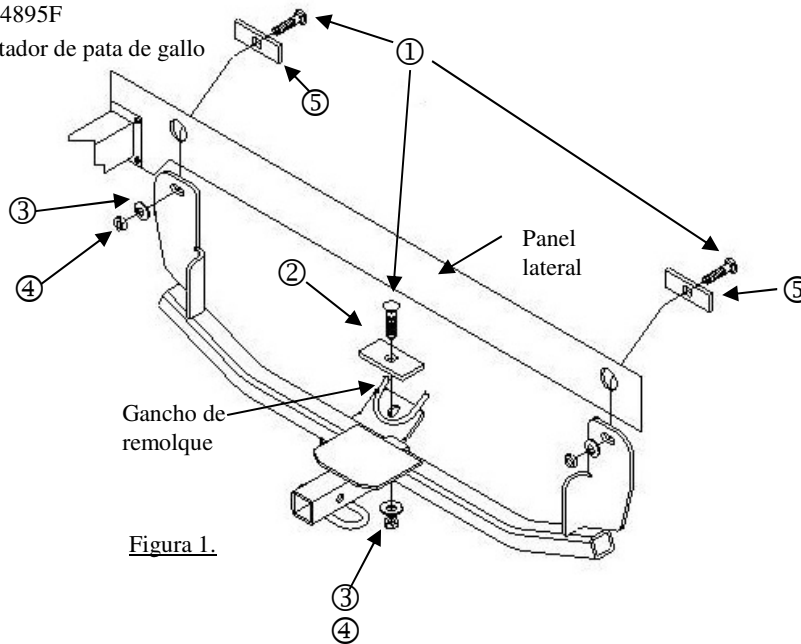

Figura 1.
①	Cant. (3)	Perno de carruaje 1/2-13 x 1.75 GR5	④	Cant. (3)	Tuerca hexagonal, 1/2-13
②	Cant. (1)	Espaciador	⑤	Cant. (2)	Espaciador
③	Cant. (3)	Arandela cónica	⑥	Cant. (1)	Cable de halar, 1/2"
1. Coloque el perno de carruaje y el espaciador en el gancho de remolque. Como se muestra en la Figura 1.